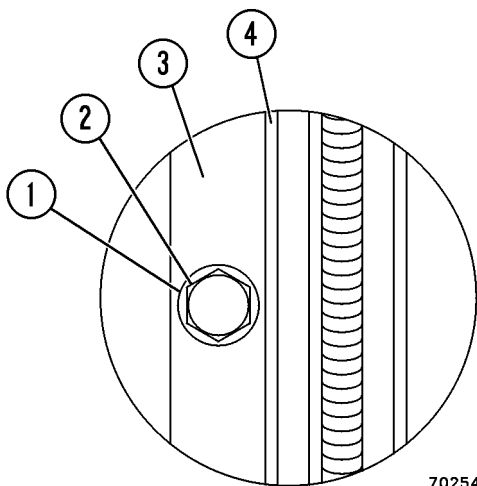

FIGURA 2-3. AJUSTE DEL PERNO DEL PILAR DE LA PUERTA
1. Marque la ubicación de la arandela (1, Figura 2-3) del perno del pilar de la puerta con un marcador o lápiz rodeando el borde exterior de la arandela en la jamba.
2. Suelte el perno del pilar de la puerta (2) y muévelo hacia dentro 1,5 mm (1/16 in) y vuelva a apretarlo.
3. Coloque un pedazo de papel entre el punto donde el sello de la puerta (4) hará contacto con el revestimiento de la cabina y cierre firmemente la puerta.